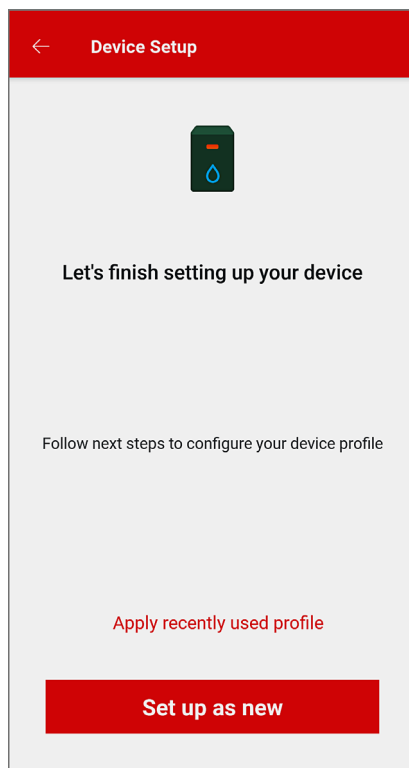

Figure 104. Configuration nouvel appareil
- Appuyez sur le bouton "Set up as new" pour entrer les nouveaux identifiants et les informations d'entretien. Appuyez sur le bouton "Apply recently used profile" pour appliquer des renseignements déjà en mémoire. Voir **Figure 104**.